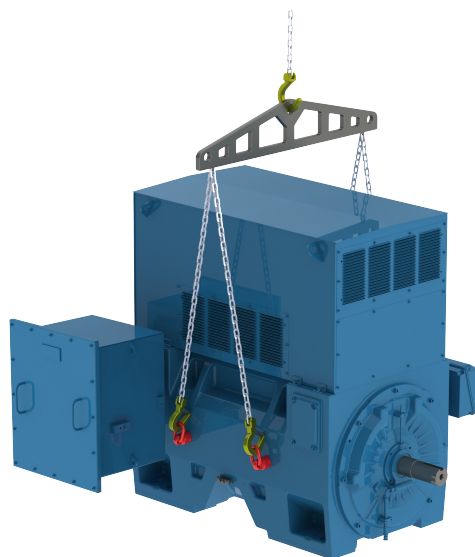

Figura 4.6: Içamento de motores W60 com correntes paralelas
- Para motores W60, conforme Figura 4.6 na página 169, é necessária a utilização de uma barra separadora (spreader beam) para manter o elemento de içamento (corrente, cabo) no eixo vertical e assim também evitar danos à superfície do motor.